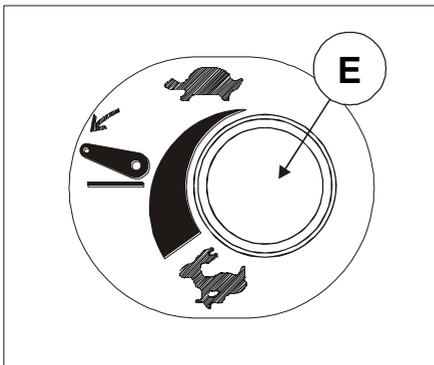

Abb. 12
Bevor Sie den Hebel von der unabhängigen in die synchronisierte Position bringen, müssen Sie die Zapfwellenkupplung abschalten (falls diese eingeschaltet gewesen sein sollte), indem Sie den entsprechenden Knopf auf dem Armaturenbrett drücken (Abb. 12).
Bevor Sie von Weg- auf Motorzapfwelle umschalten, stellen Sie sicher, dass die Zapfwellenkupplung ausgekuppelt ist und das Kupplungspedal gedrückt ist. Schalter auf dem Armaturenbrett (Abb. 12).
E. KNOPF ZUR REGULIERUNG DER ABSENKGESCHWINDIGKEIT (Abb. 12).